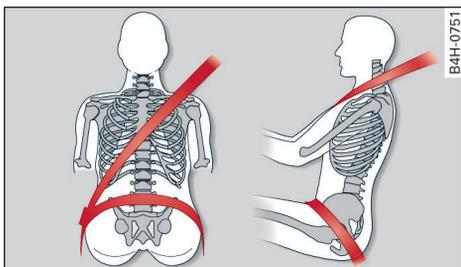

图 239 肩部与胯部安全带的系带方式
- 安全带在肩部应尽可能佩戴在锁骨中间并贴紧身体。拉住上部的锁舌将安全带缓慢匀速地拉出，围过胸部及髋部。髋部安全带部分应尽可能低，以免腹部受压。安全带应始终贴紧身体 ⇒ 图 239。必要时应将安全带再稍稍拉紧。